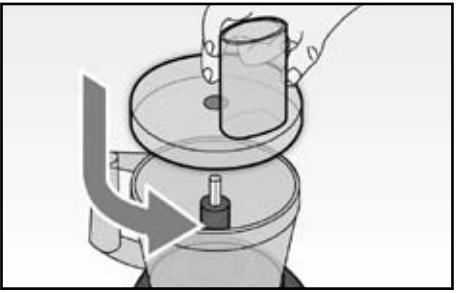

Fig. 7
- Inserire il coperchio (Q) sopra la ciotola (S) allineando la freccia bianca della ciotola con quella nera presente sul coperchio e ruotando quest'ultimo in senso antiorario fino a far coincidere le due frecce nere (Fig. 7).